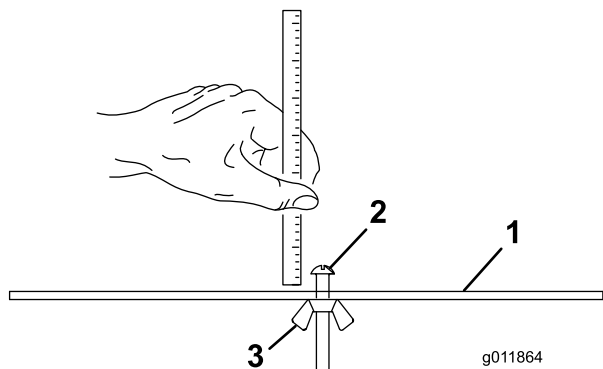

Figura 18
- 2. Afloje la tuerca de la barra de ajuste (Figura 18) y ajuste el tornillo para la altura de corte deseada. La distancia entre la parte inferior de la cabeza del tornillo y la cara de la barra es la altura de corte.